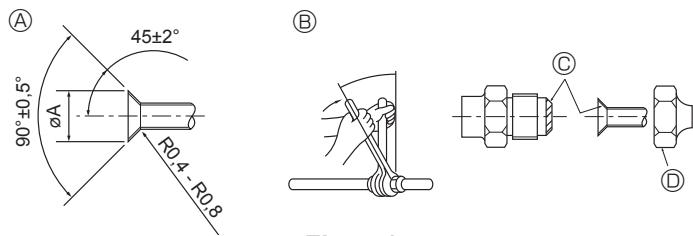

Fig. 4-1
4.2. Соединение труб (Fig. 4-1)
- ⑥ Момент затяжки гайки раstrубного стыка